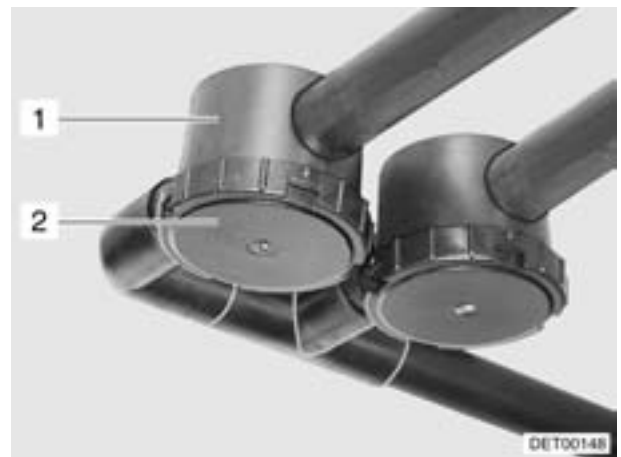

Bild 174 Geruchsverschluss
- ▷ Wenn Frostgefahr herrscht, bei Modellen ohne Doppelboden den Siphon-Boden (Bild 174,2) entfernen. Damit ist der Siphon vor dem Einfrieren geschützt.
Um eventuelle Geruchsbelästigungen durch die Abwasseranlage zu verhindern, wurde der Motorcaravan mit Geruchsverschlüssen (Bild 174,1) ausgerüstet. Die Geruchsverschlüsse sind in den Abwasserleitungen eingebaut.
- Die Geruchsverschlüsse spätestens alle zwei Jahre reinigen. Dazu den Boden (Bild 174,2) abschrauben.